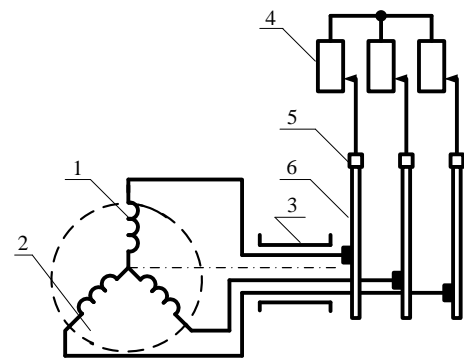

Рисунок 1
9. На рис.1 показана принципова схема фазного ротора трифазного асинхронного двигуна, на якій позначені: